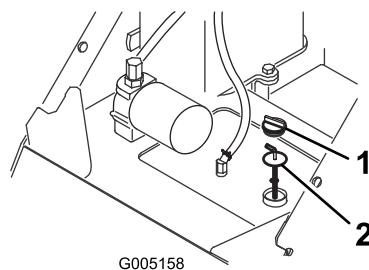

Figure 8
4. Nettoyez la surface autour du goulot de remplissage du réservoir hydraulique (Figure 8).
5. Enlevez le bouchon du goulot de remplissage et vérifiez le niveau de liquide sur la jauge (Figure 8).